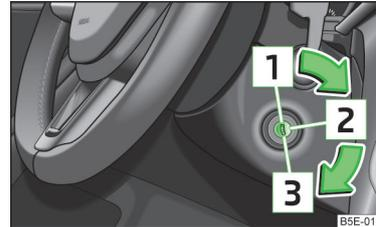

Abb. 115
- Während der Fahrt mit stehendem Motor muss der Zündschlüssel immer in der Stellung **Z** » Abb. 115 auf Seite 123 (Zündung eingeschaltet) sein. Diese Stellung wird durch das Aufleuchten einiger Kontrollleuchten im Kombi-Instrument angezeigt.
- Der Anlasser darf nur dann betätigt werden, wenn der Motor und das Fahrzeug steht. Wird der Anlasser bei laufendem Motor betätigt **[3]** » Abb. 115 auf Seite 123, kann der Anlasser bzw. der Motor beschädigt werden.
Benzinmotoren » Abb. 115
Dieselmotoren » Abb. 115
Wenn die **Lenkung gesperrt ist** und der Schlüssel sich nicht oder nur schwer in die Position  2 » Abb. 115 drehen lässt, dann ist das Lenkrad etwas hin und her zu bewegen - die Lenkungsverriegelung wird dadurch entriegelt.
- Die Zündung einschalten **2** » **Abb. 115** auf Seite 123.
Den Motor durch Drehen des Zündschlüssels in die Position **1** abstellen » **Abb. 115** auf Seite 123.